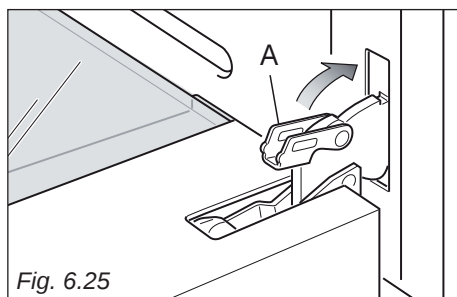

Fig. 6.25
4. Lås ovnlågen op ved at åbne den helt, og lukke låsebøjlerne "**A**" på venstre og højre side (Fig. 6.25).